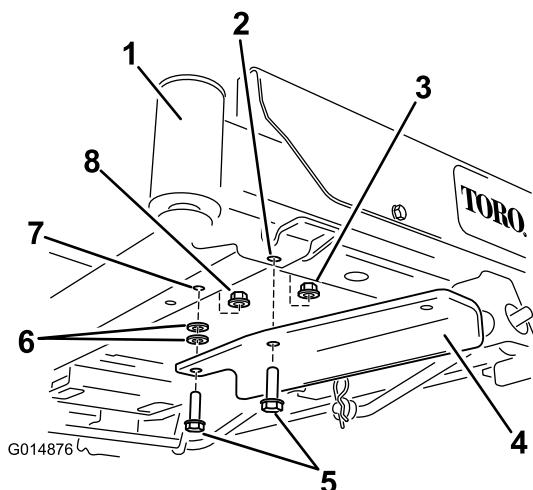

Bild 6
- Befestigen Sie an Maschinen ohne Hubpedal die Halterung mit zwei Schrauben ($\frac{3}{8}$ " x 1 $\frac{1}{4}"), zwei Scheiben und zwei Sicherungsmuttern ($\frac{3}{8}$ "") (**Bild 6**).$